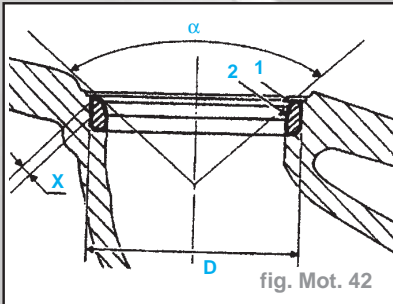

fig. Mot. 42
- La rectification de la portée d'admission s'effectue avec la fraise n°208 côté 31°, réduire la largeur de cette portée en 2, grâce à la fraise n°211 côté 75° jusqu'à l'obtention de la largeur X (fig. Mot. 42)